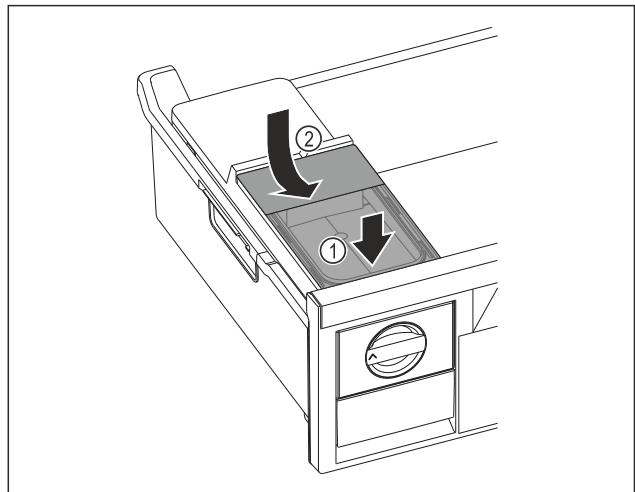

Fig. 99
- Wassertank vorne ansetzen. Fig. 99 (1)
- Wassertank hinten absenken. Fig. 99 (2)